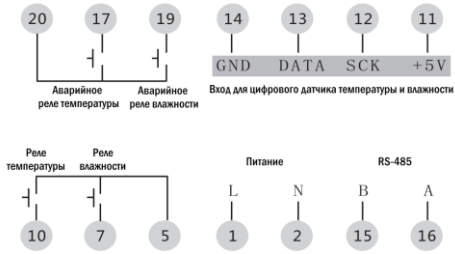

Рис. 12 АРГО-D44 (SHT10)
1. Подключите прибор к питанию, исполнительным механизмам и к датчику температуры и влажности в соответствии со схемой подключения (рис. 12–16).